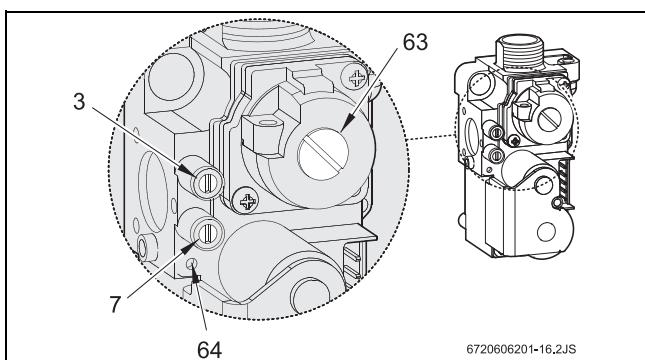

Fig. 30 Automático de gás
- Desmontar a cobertura do parafuso de regulação do gás (63) (Fig. 30).